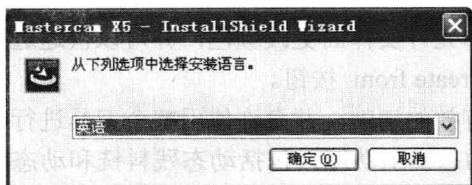

图 1-1 选择安装程序语言的对话框
(1) 将 Mastercam X5 程序安装光盘插入光驱中, 系统将自动运行光盘中的安装程序, 弹出如图 1-1 所示的选择安装程序语言的对话框, 从下拉列表中选择英语或简体中文, 单击【确定】按钮 **确定(O)**。若光盘未自动运行, 可以浏览该光驱中的文件, 找到 Setup.exe, 双击运行安装程序。